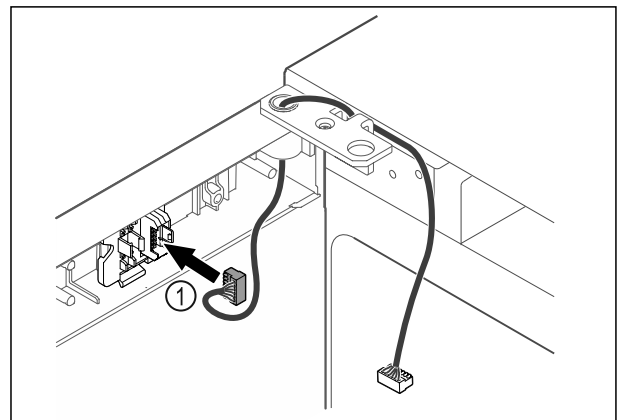

Fig. 58
- ▶ Dugja be a dugót Fig. 58 (1) a dugófoglatatba.